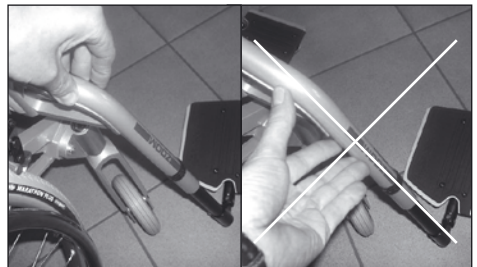

Bilder 2 - 5
1. Entfernen Sie das Wadenband und nehmen Sie danach die beiden Fußstützen ab indem sie den Auslösehebel betätigen (Bilder 2 u. 3) und die Fußstützen um 90° nach außen drehen und dann aushängen.